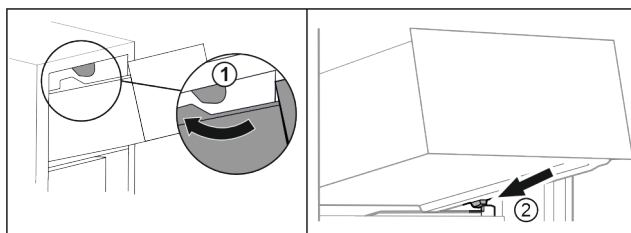

Fig. 72
- ▶ Preved'te zásuvku okolo horných zarážok. Fig. 72 (1)
- ▶ Nasad'te zásuvku šikmo za dolnými zarážkami na rebro nádoby. Fig. 72 (2)